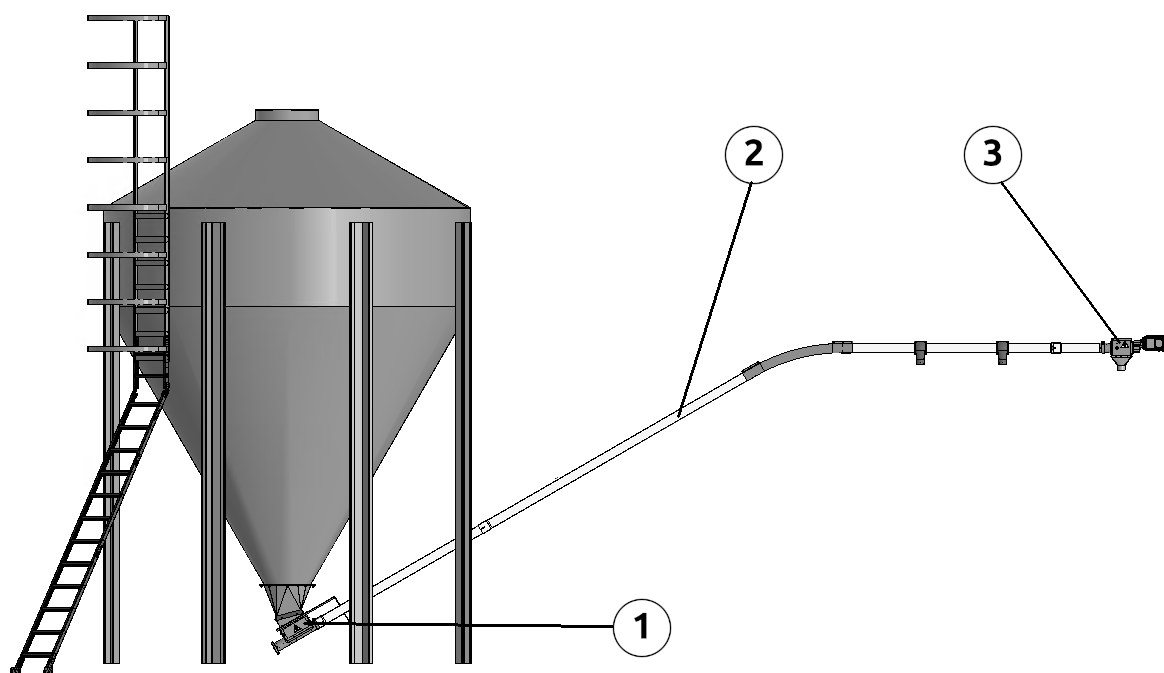

Рисунок 3.2
Спиральный транспортер предназначен для перемещения сыпучих и гранулированных кормов в зону кормления в птичнике. Конструкция транспортера (рис. 3.2) включает в себя приемник кормов (1), гибкий шнек (2) и приводной узел (3).